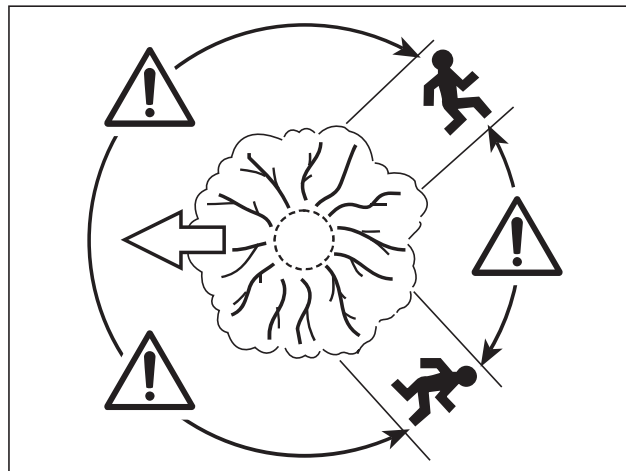

Fig. 20
3. Se debe planificar una ruta de escape, la cual se debe despejar según sea necesario antes de comenzar a aserrar. La ruta de escape debe extenderse hacia atrás y en forma diagonal hasta la parte posterior de la línea de caída esperada del árbol (Fig. 20).